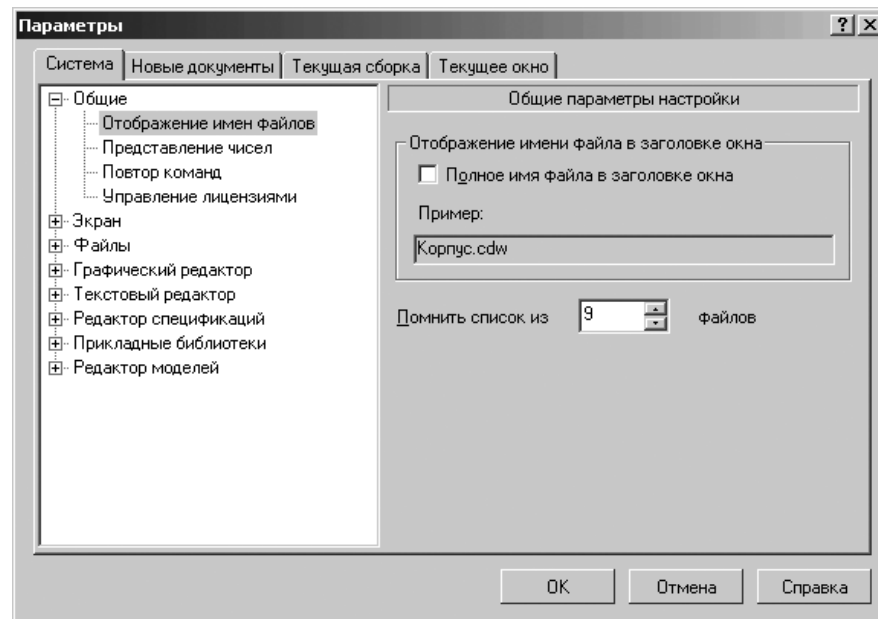

Рис. 1.15. Диалоговое окно **Параметры** с открытой вкладкой **Система** и открытой панелью **Общие параметры настройки**
- щелкните по пункту **Отображение имен файлов**. Откроется в правой части диалогового окна панель **Общие параметры настройки** (рис. 1.15);